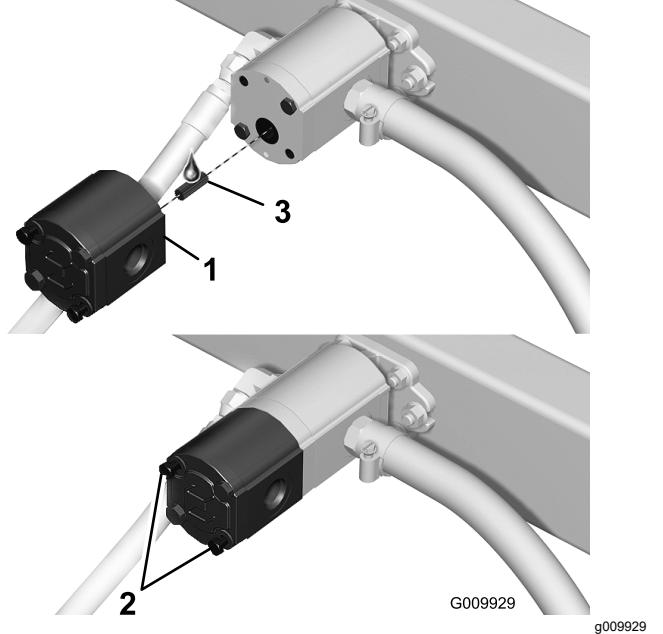

Bild 6
4. Montieren Sie die Hochflusspumpe mit den zwei langen Schrauben an der vorhandenen Pumpe (Bild 6).